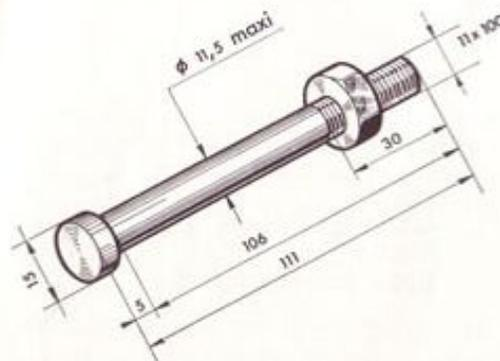

Fig. 7
- Comprimer au moyen de l'outil n°  $\frac{MB : 1496}{VAR : 482}$  la joue mobile de poulie n° 17930 (cette opération est identique à celle illustrée page 5, Fig. 7, de notre notice SP.94).